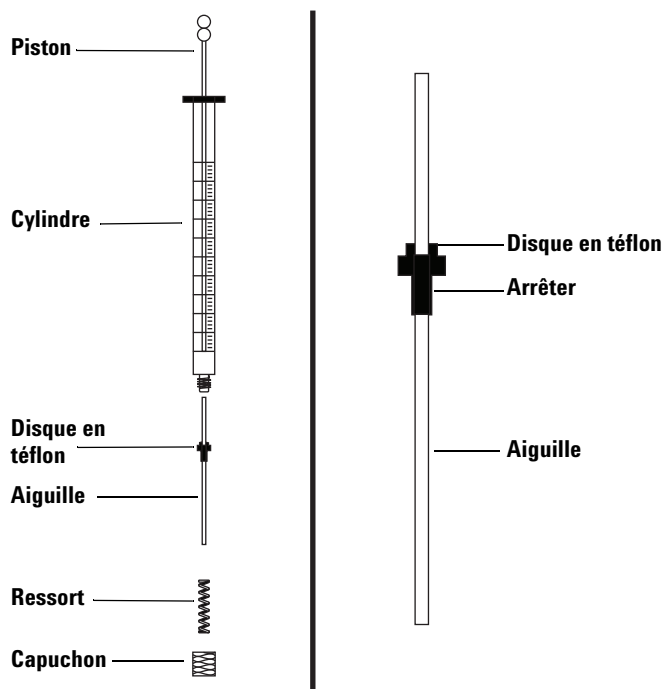

Figure 76 Composants d'une seringue
Pour introduire une aiguille dans un cylindre de seringue (Figure 76) :
- 2 Vérifiez que l'aiguille est munie d'un disque en téflon (Figure 76). Si le cylindre de la seringue n'est pas muni du disque en PTFE, suivez les instructions situées dans le compartiment à seringue pour envelopper l'aiguille.